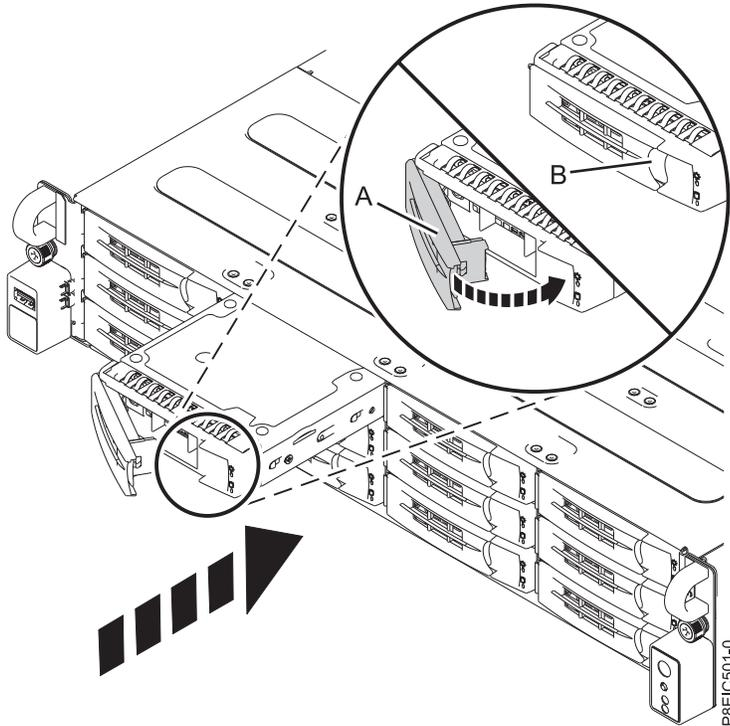

Abbildung 12. Griff für die Laufwerkhalterung einrasten lassen
6. Halten Sie die Laufwerkhalterung an der Unterseite, wenn Sie sie positionieren. Schieben Sie die Laufwerkhalterung vollständig in das System. Schieben Sie sie so weit hinein, bis der Griff für die Laufwerkhalterung (A) beginnt, sich zu schließen. Drücken Sie den Griff anschließend so weit hinein, bis er einrastet (siehe Abb. 12 auf Seite 14).